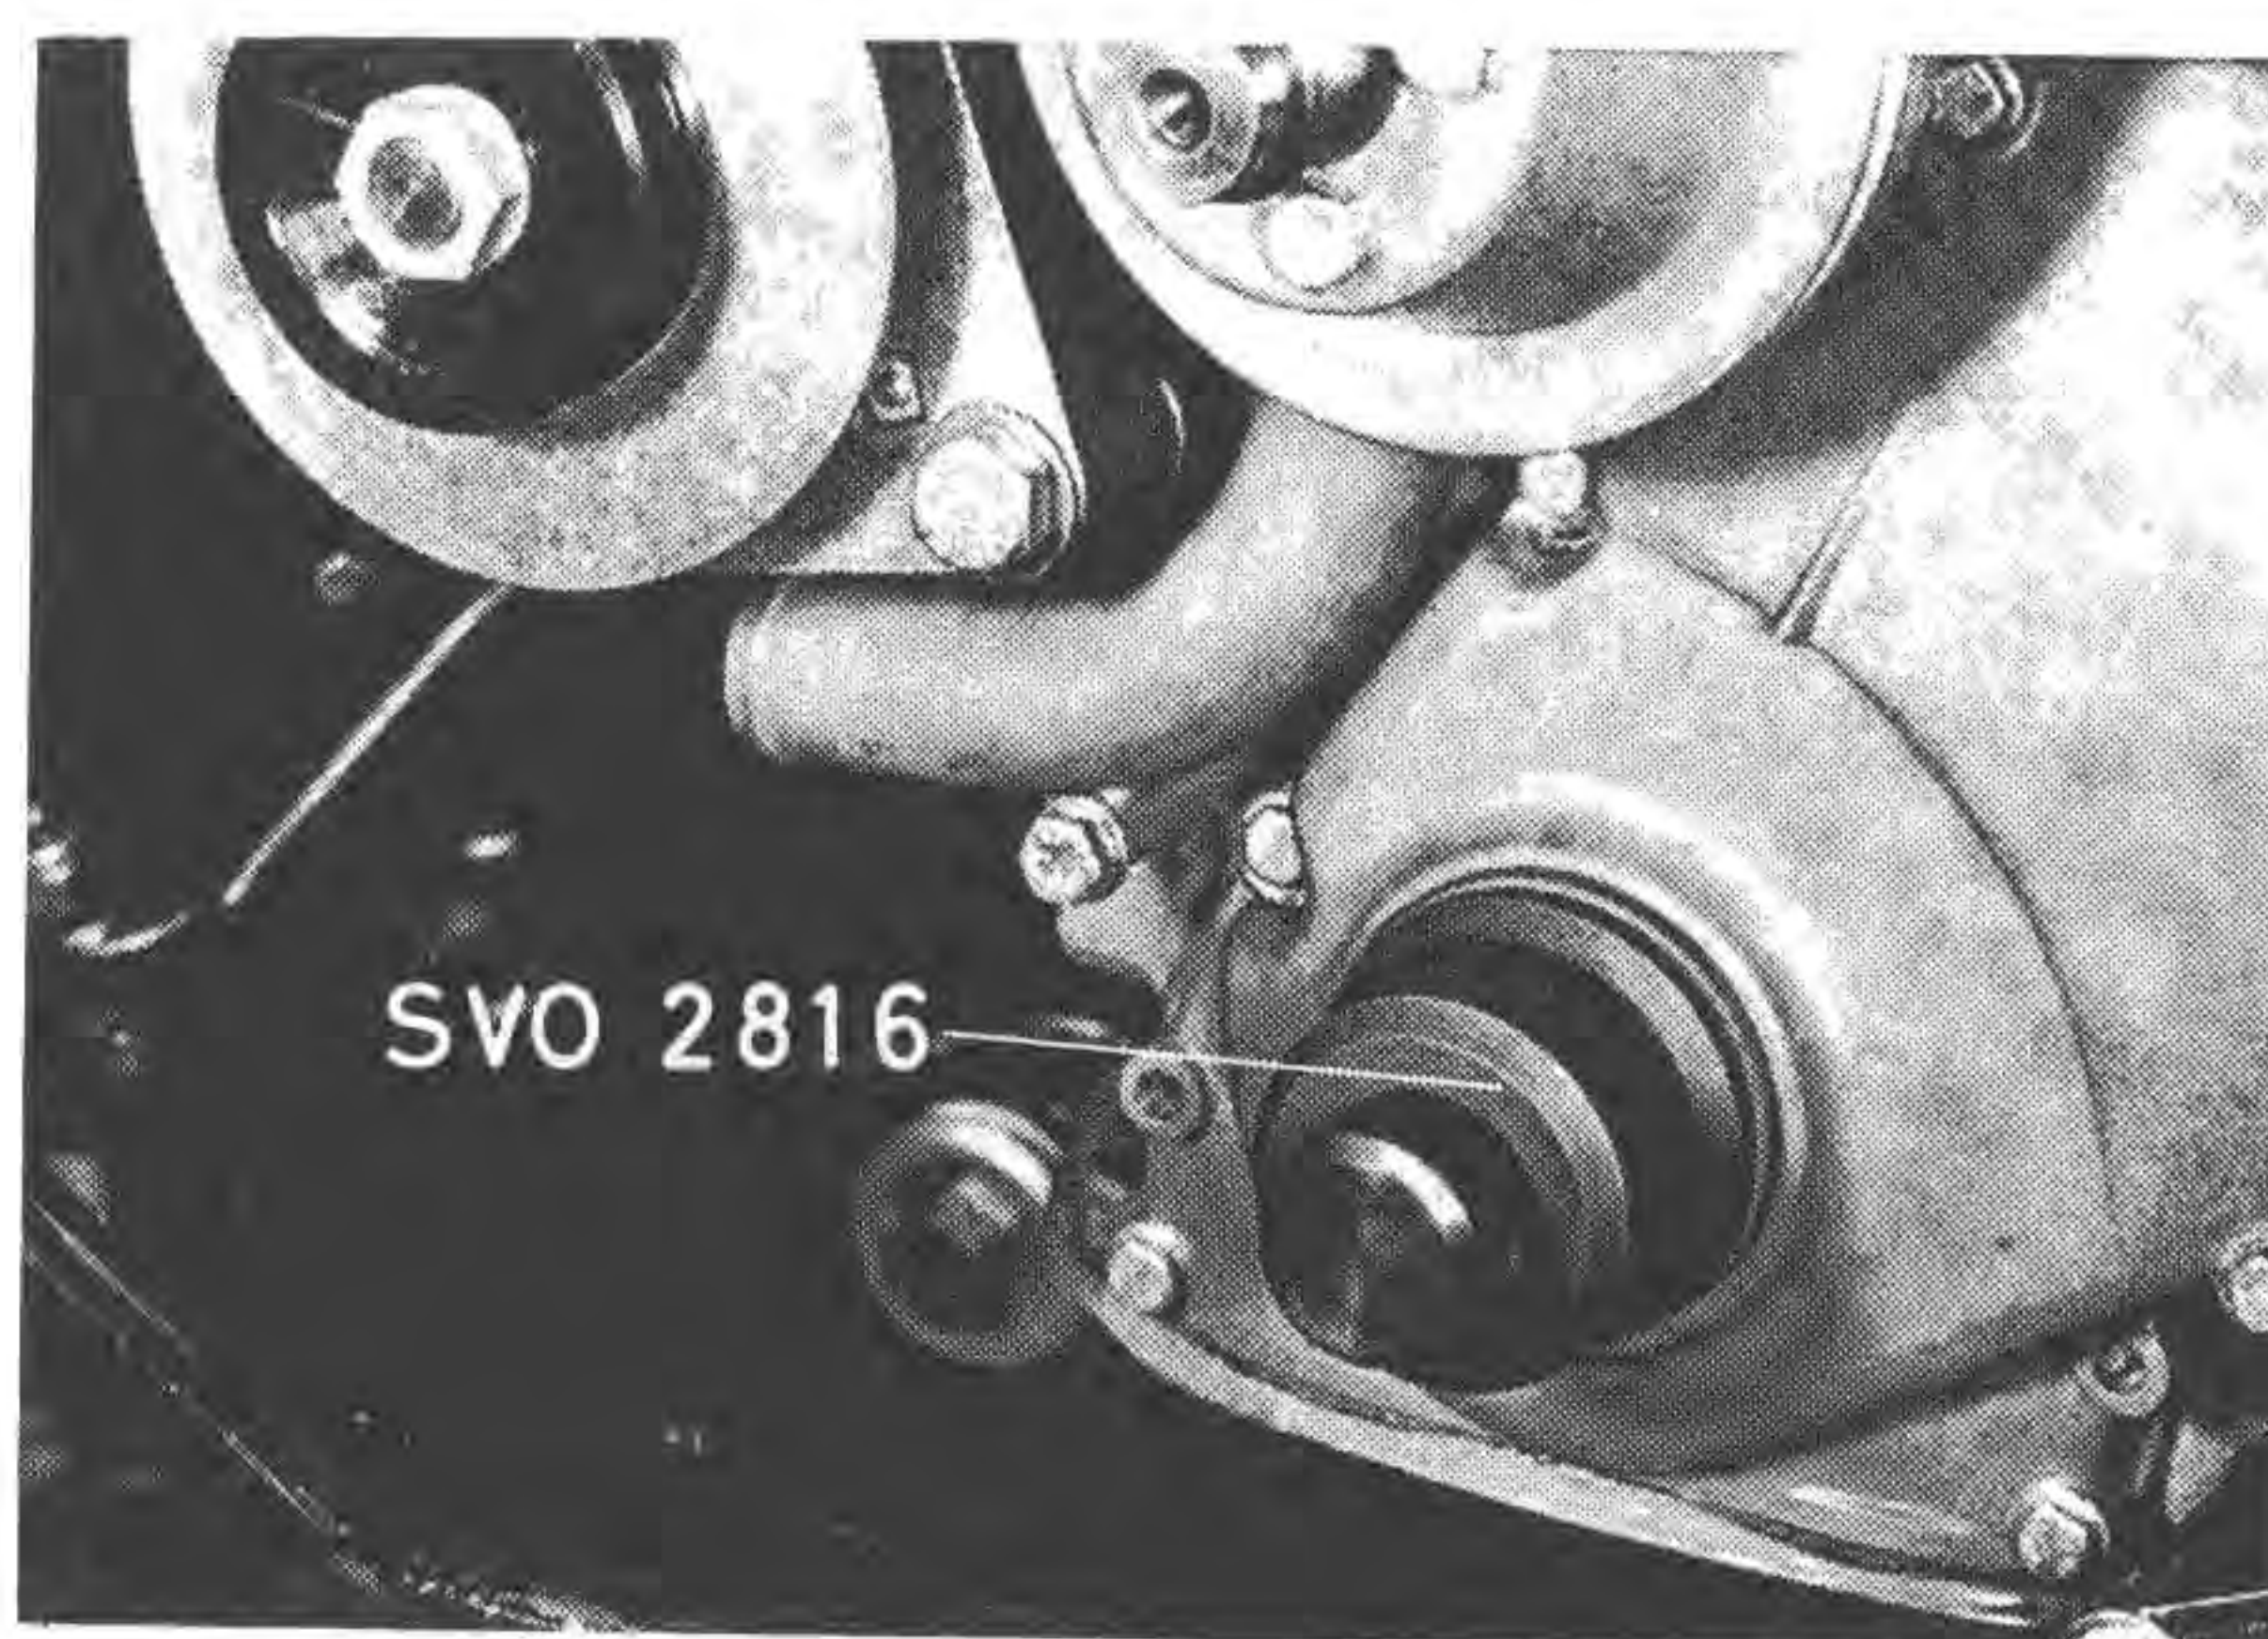

Bild 50. Montering av tätningssring
4. Bryt ut tätningssringen. Olja in tätningsslappen på den nya tätningen och montera den med dorn 2816, se bild 50.